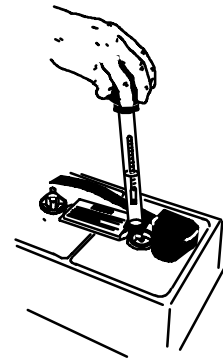

FIG. 56
1. Vérifiez la densité spécifique à l'aide d'un hydromètre, pour déterminer le niveau de charge et l'état des batteries (Figure 56). Si un ou plusieurs des éléments des batteries est (sont) plus faible(s) que les autres éléments des batteries (de 0,050 ou plus), cela signifie que l'élément (les éléments) est (sont) endommagé(s), que sa (leur) capacité est réduite ou qu'il(s) va (vont) bientôt tomber en panne. Comparez les mesures hydrométriques avec le tableau suivant pour déterminer le niveau de charge.